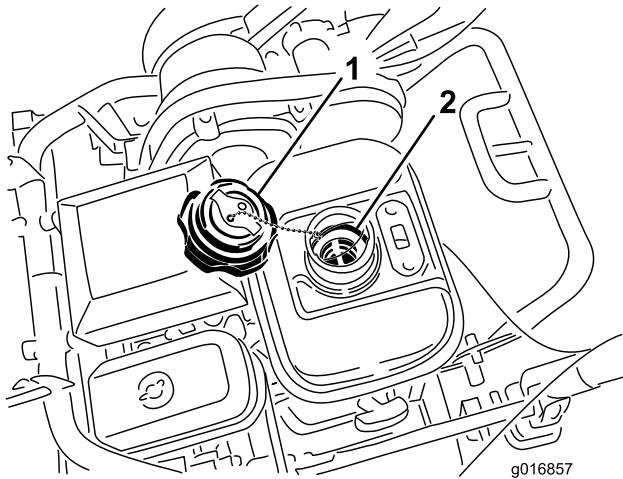

Figura 38
3. Svitate e togliete il relativo tappo dal serbatoio carburante (Figura 38).